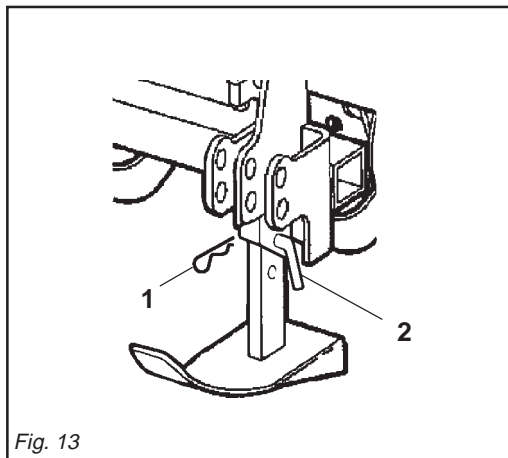

Fig. 13
La regolazione della profondità di lavoro della zappatrice viene determinata dalla posizione delle due slitte (16 Fig. 1). Per regolare la profondità di lavoro, è necessario togliere la copiglia (1 Fig. 13), sfilare il perno (2 Fig. 13) e spostare la slitta nella posizione desiderata. Questa operazione va effettuata su tutte e due le slitte e varia a seconda del terreno.
*The work depth adjustment of the implement is established by the position of the two skids (16 Fig. 1). To adjust the work depth, first remove the split pin (1 Fig. 13), slip out the pin (2 Fig. 13) and shift the skid to the required position. Both skids should be subjected to this operation which will vary according to the type of soil.*
Die Einstellung der Arbeitstiefe des Gerätes wird durch die Stellung der beiden Kufen (16 Abb. 1) festgelegt. Um die Arbeitstiefe zu verstellen, ist zuerst der Splint (1 Abb. 13) und dann der Bolzen (2 Abb. 13) herauszuziehen, um die Kufe auf die gewünschte Höhe zu verstellen. Dieser Vorgang ist auf beiden Kufen vorzunehmen und hängt von der Bodenbeschaffenheit ab.
*Le réglage de la profondeur de travail de la machine est déterminé par la position des deux patins (16 Fig. 1). Pour régler la profondeur de travail il faut enlever la goupille (1 Fig. 13), retirer l'axe (2 Fig. 13) et déplacer le patin dans la position désirée. Effectuez cette opération sur les deux patins et varie selon le sol.*
La regulación de la profundidad de trabajo de la máquina está determinada por la posición de las dos guías (16 Fig. 1). Para regular la profundidad de trabajo es necesario quitar la clavija (1 Fig. 13), extraer el perno (2 Fig. 13) y desplazar la corredera en la posición deseada. Esta operación se efectúa sobre ambas correderas y varía de acuerdo al terreno.